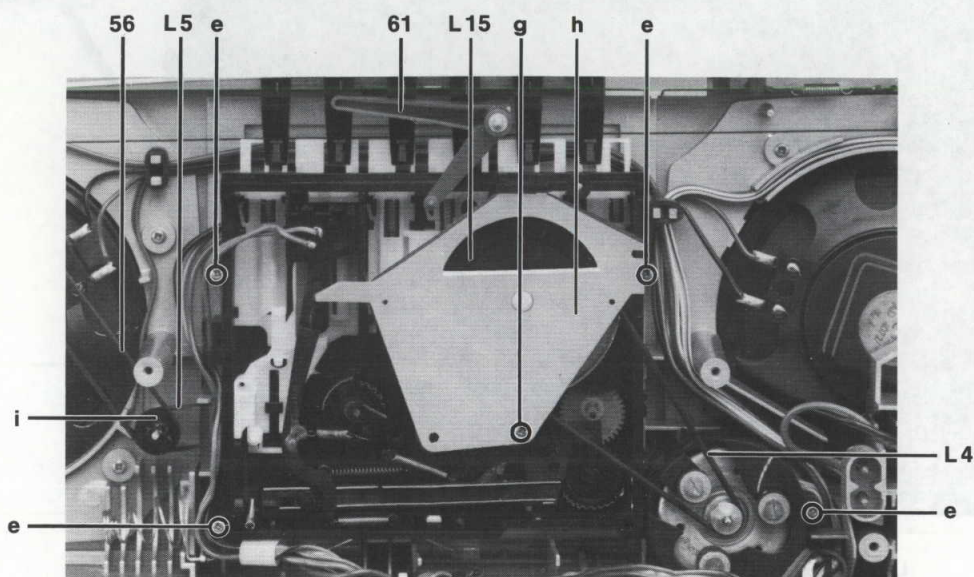

Bild 4
4. Laufwerk ausbauen (Bild 4)
6. Vierkantriemen wechseln (Bild 4)
8. Schwungscheibe ausbauen (Bild 4)
9. Kopfschlitten ausbauen (Bild 4, 6)